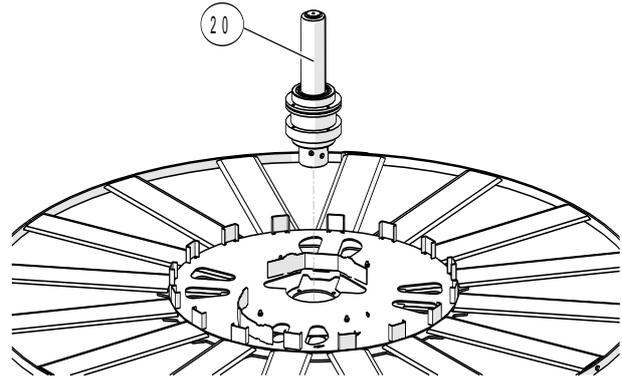

Abb. 9: Drehdurchführung
- Drehdurchführung wechseln (siehe Abb. 9).